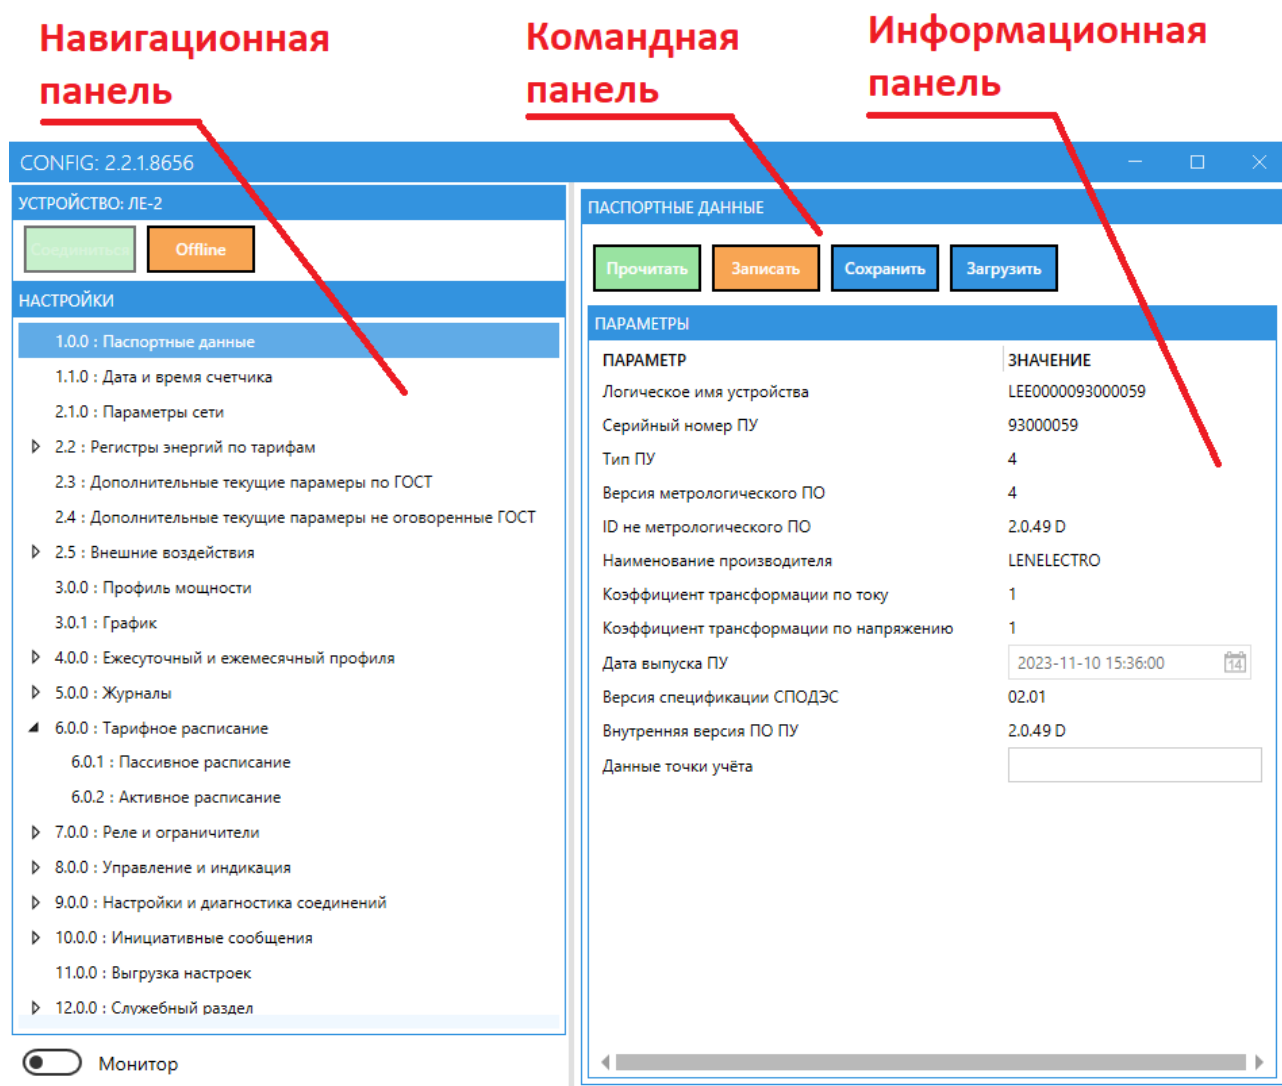

Рис. 2 - Основное окно Конфигуратора
- 3.3.2.7.2 Основные поля окна программы (рис. 2)**